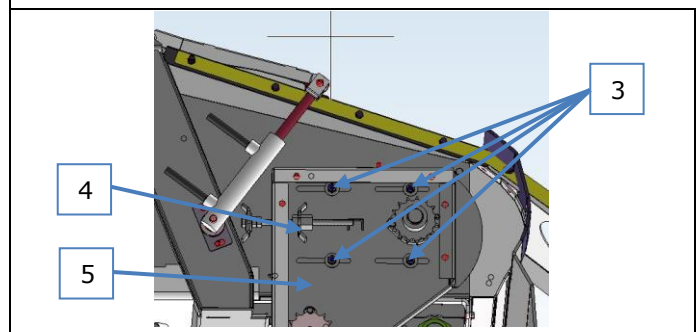
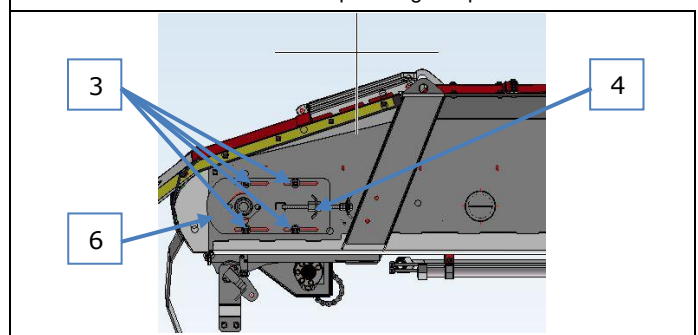

Abb. 9-71 Elevatorspannung komplett links
Abb. 9-72 Elevatorspannung komplett rechts
1. Das Spannen des Elevatorbandes wird an der „Elevatorspannung komplett“ (1) vorgenommen.
2. Auf der linken Seite muss das „Abdeckblech-Kettenspannung“ (2) demontiert werden.
3. Es müssen die Schrauben (3) am Spannsegment links (5) und am Spansegment rechts (6) gelöst werden. (Abb. 9-71 & Abb. 9-72 )
4. Mit der Drehmutter (4) links und rechts wird das Elevatorband gespannt. Die Verstellung der Drehmutter (4) gleichmäßig vornehmen und die Spannung des Elevatorbandes, wie im Kap. 9.10.1 beschrieben, kontrollieren.
5. Wenn das Elevatorband korrekt gespannt ist, die Schrauben (3) links und rechts wieder fest anziehen.
6. Alle Abdeckungen, insbesondere das „Abdeckblech-Kettenspannung“ (2) wieder montieren und verschrauben.